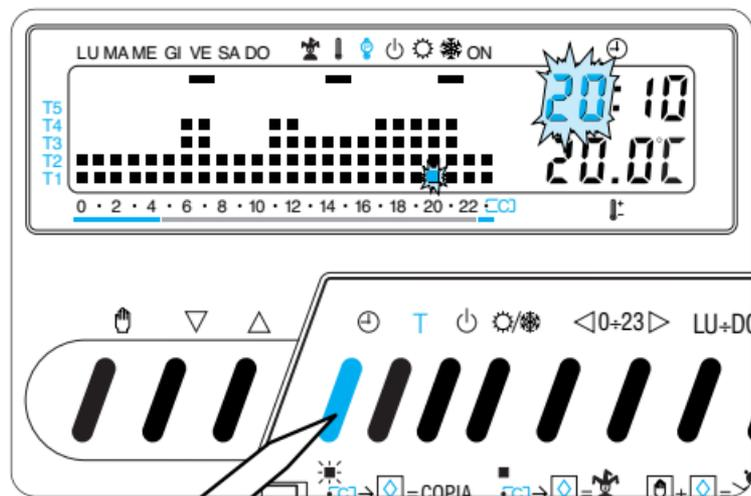

Fig. 20
**5.3** - Premere il pulsante ⌚ (fig. 20).